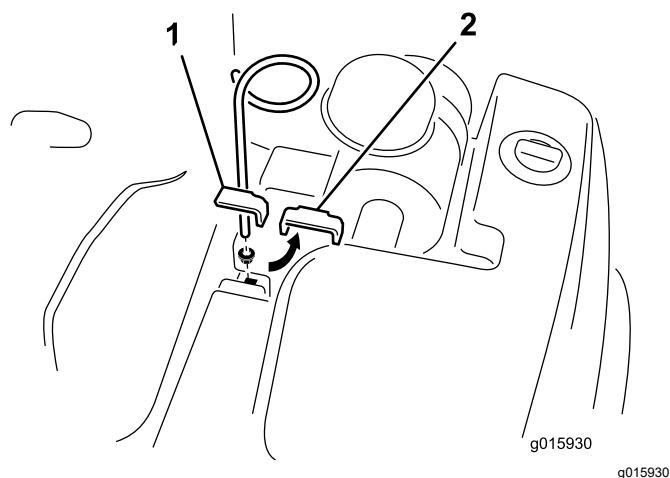

Рисунок 6
- Выверните болт, снимите шайбу и гайку крепления верхнего хомута гидравлического бака к раме (Рисунок 6).
**Примечание:** Расположите направляющую шланга, как показано на Рисунок 6.)